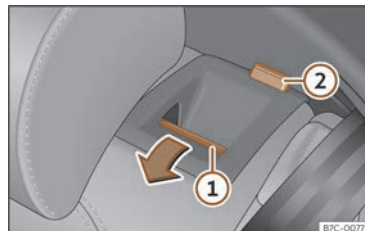

Fig. 90 Seient del darrere: abatre el respatller.
- Premeu la tecla de desbloqueig >>> **fig. 90**
① cap endavant i, alhora, abateu el respall. El respall del darrere està desbloquejat quan es veu una marca vermella a la tecla ②.